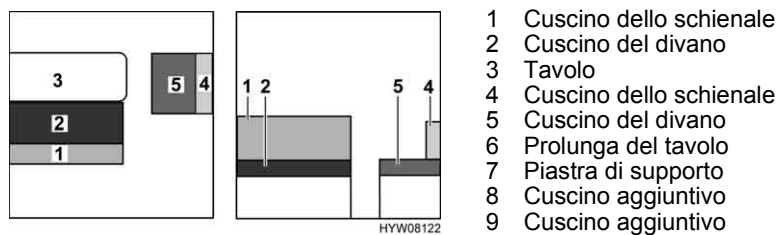

Fig. 102 Prima della trasformazione
- Allungare il tavolo (Fig. 102,3) e trasformare il tavolo sospeso allungato in struttura di supporto letto (vedi paragrafo 6.8).
- Tirare il cuscino del divano del sedile (Fig. 102,2) in avanti.
- Tirare il cuscino del sedile longitudinale (Fig. 102,5) in avanti sul tavolo.